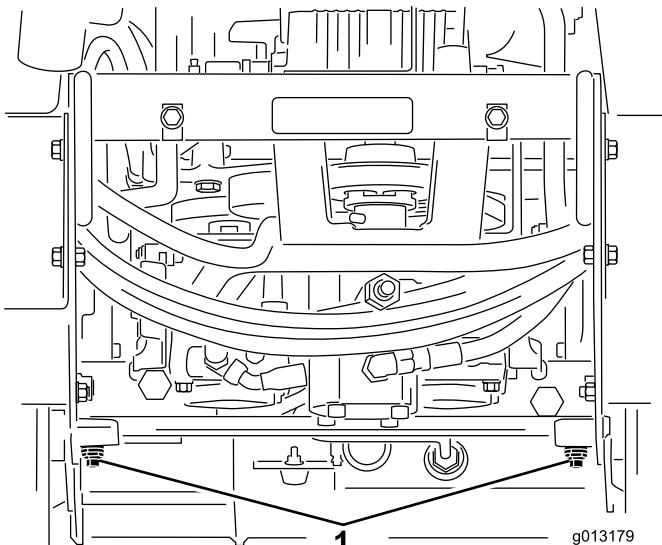

Figura 21
3. Con l'aiuto di una chiave, girare due volte in senso antiorario le valvole per il rimorchio situate sui motori idraulici (Figura 21).